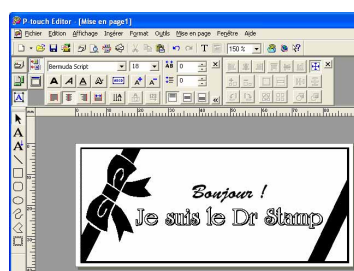

figure 20
- Le motif de cadre sélectionné apparaît dans la zone de mise en page (voir la figure 20).